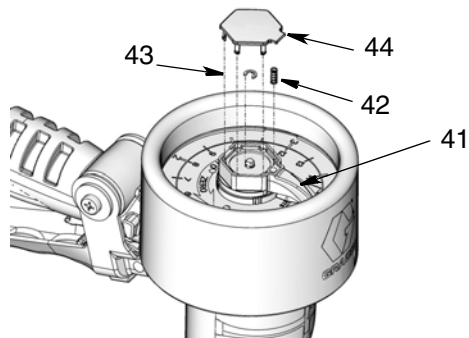

FIG. 14
2. Rimuovere il coperchio (44), l'anello di tenuta piccolo (43), il perno del puntatore (41) e la molla del puntatore (42) (FIG. 14).